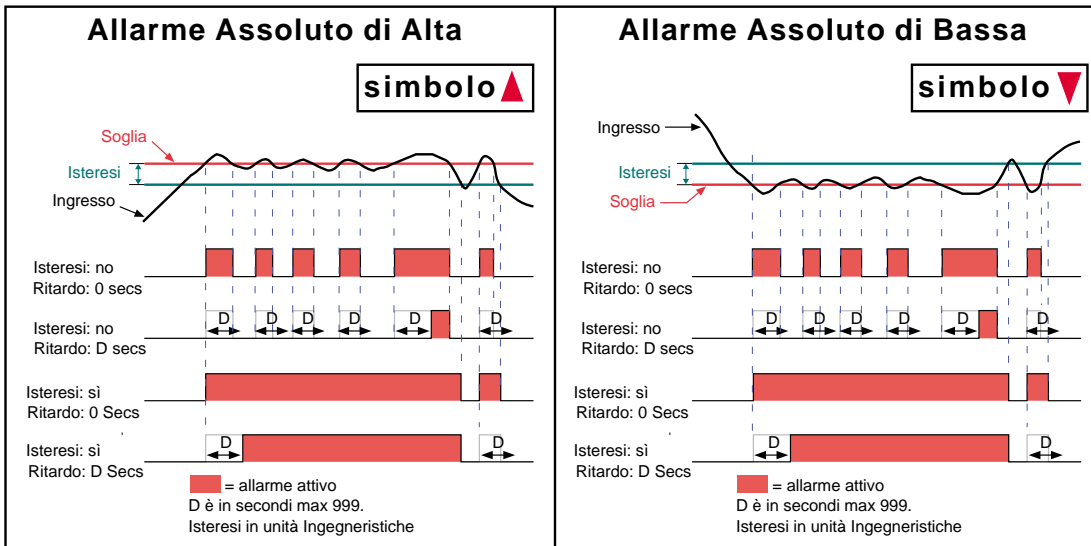

Figura 4.3.2c Allarmi Assoluti
- Assoluto di Alta** Come mostrato in figura 4.3.2c, un allarme di alta diventa attivo quando la misura del canale supera il valore di soglia. L'allarme resta attivo sino a che la misura eccede (Soglia meno isteresi). Se il ritardo è configurato, l'allarme non diventa attivo sino a che questo intervallo di tempo non è stato superato.
- Assoluto di Bassa** Come mostrato in figura 4.3.2c, un allarme di bassa diventa attivo quando la misura del canale scende sotto il valore di soglia. L'allarme resta attivo sino a che la misura eccede (Soglia più isteresi). Se il ritardo è configurato, l'allarme non diventa attivo sino a che questo intervallo di tempo non è stato superato.
La figura 4.3.2c, d ed e mostrano questi parametri per i vari tipi d'allarme.